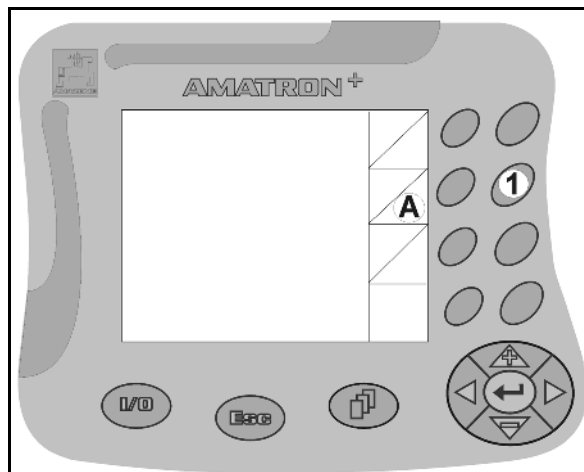

Рис. 3
Например (Рис. 3/6)
- Рисунок 3
Оператор нажимает соответствующую функциональному полю кнопку (Рис. 3/1), чтобы выполнить функцию **A**.